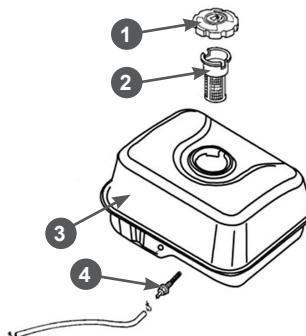
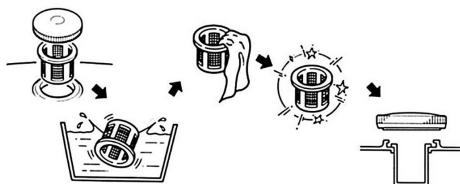

Рис. 20 Обслуживание топливных фильтров
Рис. 21 Обслуживание фильтра топливного бака
В топливном баке установлены два сетчатых топливных фильтра. Один фильтр устанавливается в заправочной горловине топливного бака. Второй фильтр конструктивно объединен со штуцером топливного бака и установлен внутри бака (Рис. 20).
Топливный фильтр 2 (Рис. 20), установленный в горловине бака, проверяйте при каждой заправке бака топливом. При необходимости вынимайте сетчатый фильтр из бака и производите его очистку (Рис. 21). Регулярно проверяйте целостность сетчатого фильтра, при обнаружении механических повреждений замените сетчатый фильтр.
Через каждые 300 часов работы необходимо производить очистку топливного бака от грязи и конденсата. Одновременно с очисткой топливного бака необходимо проверять и очищать фильтр 4, установленный внутри бака (Рис. 20). Поврежденный или сильно загрязненный фильтр необходимо заменить.
3. Выкрутите из топливного бака выходной штуцер 4 и произведите его очистку (Рис. 20). Внимательно осмотрите сетчатый фильтр. При обнаружении механических повреждений замените штуцер топливного бака.